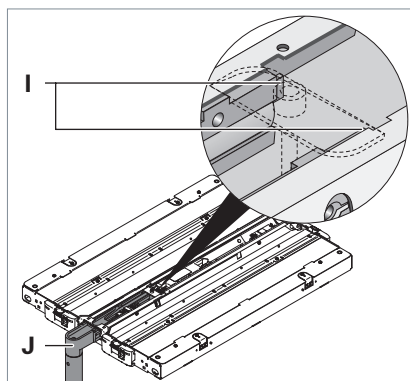

Fig. 24: Smontaggio del telaio dell'apparecchio d'illuminazione con attacco laterale.
- Premere assieme le due estremità **I** del braccio portante **J** con una pinza e tirare il telaio dal braccio portante, vedi Fig. 24.